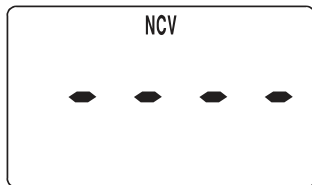

Figure 4
2. Déplacez le haut de la pince du multimètre où se trouve le capteur NCV (voir Figure 1) près de l'objet à tester. Lorsque le compteur détecte un champ électrique généré par une tension alternative, le compteur indique l'intensité du champ électrique détecté. L'intensité du champ électrique détecté est indiquée par le nombre de segments de barres horizontales affichés sur l'écran (voir la figure 4), le taux de bip de l'avertisseur intégré et le taux de clignotement de l'indicateur « NCV ». Plus l'intensité du champ électrique détecté est élevée, plus le nombre de segments de barres horizontales affichés est grand et plus le taux de bips du buzzer et le taux de clignotement de l'indicateur « NCV » sont rapides.